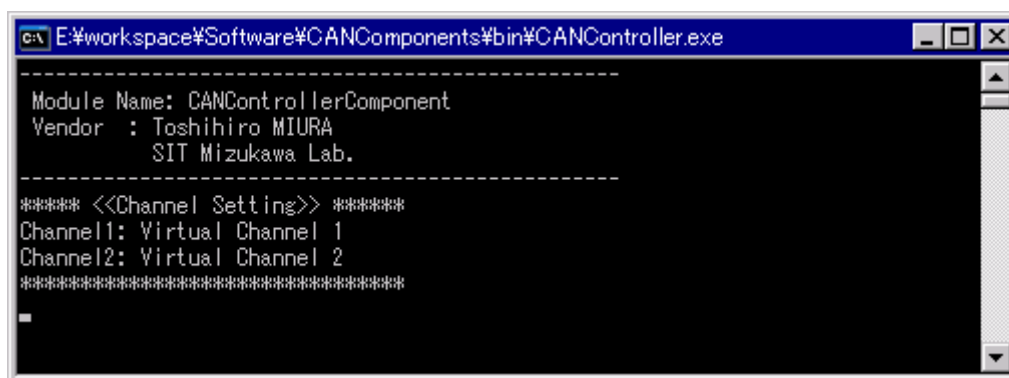

図 7-0-2 起動画面
- (2) 『5.2. 起動方法』の(8)で図 7-0-2 に示すような起動画面になっていれば正常に起動しています。これで、仮想 CAN バスを使用した動作確認を行うことが可能です。